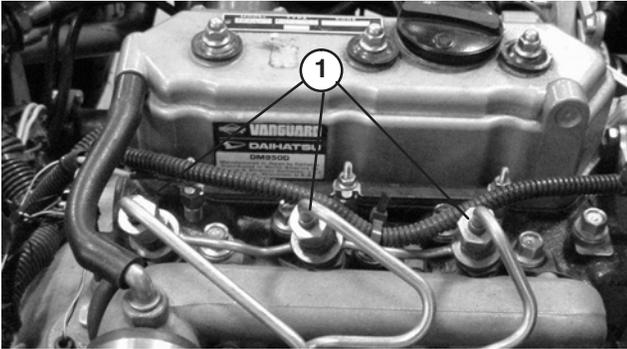

Figure 47
2. Desserrez le raccord entre l'injecteur N° 1 et le porte-injecteurs (Fig. 47).